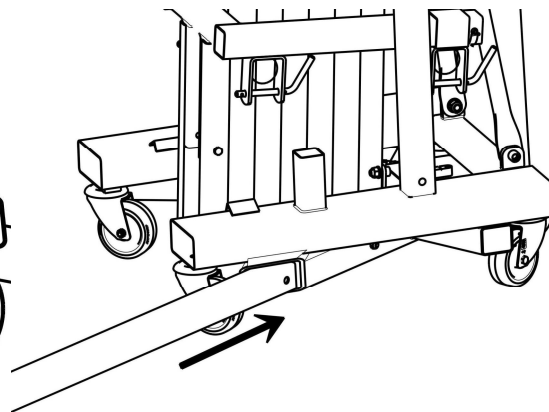

Figure 4
- ⇒ Coulisser la **patte longue dans le tube avant**, à fond en butée (Figure 4)